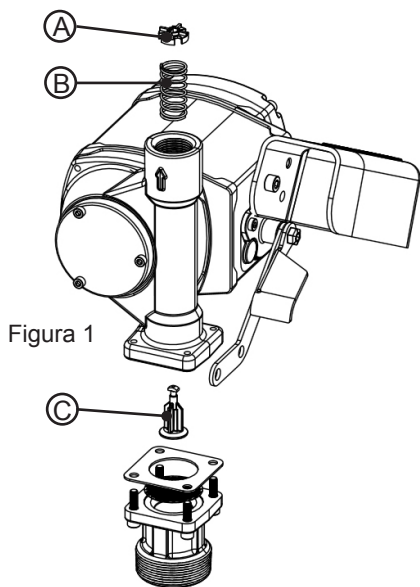

Figura 1
1. Rosque la tubería de 1-1/4" en el adaptador del tanque. Selle las roscas para impermeabilizarlas con un sellador apropiado (Figura 1).
La válvula de derivación se ubica dentro de la carcasa de la bomba. Se accede a esta a través de las aberturas de entrada y salida. Consta de tres componentes principales (Figura 1):